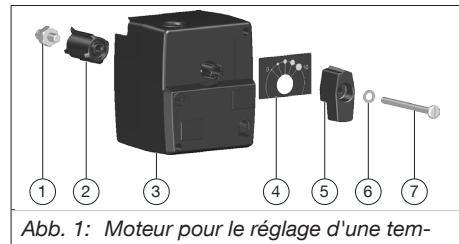
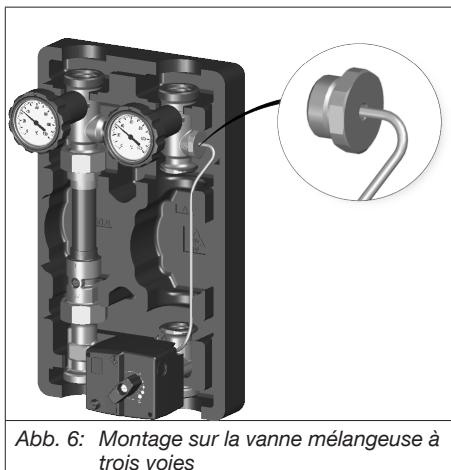

Abb. 1: Moteur pour le réglage d'une température de départ fixe
*Abb. 4: Montage du moteur*
2. Monter l'adaptateur fourni (position 2 sur la Abb. 1 auf Seite 31) sur le boisseau de la vanne.
3. Visser à fond le dispositif anti-torsion (position 1 sur la Abb. 1 auf Seite 31) sur le corps de la vanne (voir Abb. 3 auf Seite 33).
4. Monter le moteur (position 3 sur la Abb. 1 auf Seite 31) sur l'adaptateur (voir Abb. 4 auf Seite 34).